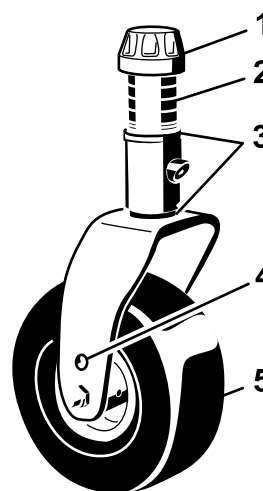
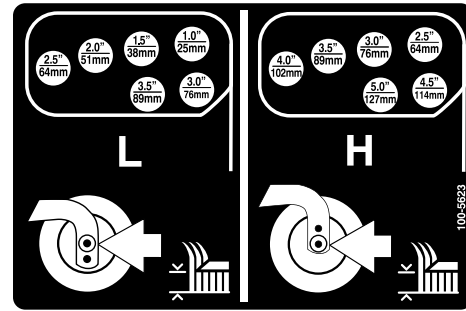
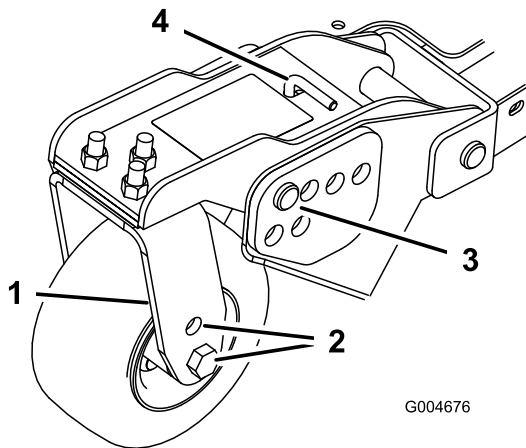

Figura 21
Figura 24
Figura 23
1. Posizionate gli assali delle ruote orientabili negli stessi fori di tutte le forcelle (Figura 21 e Figura 23). Vedere lo schema seguente per stabilire il foro corretto per la regolazione.
2. Togliete il cappuccio di tensione dall'asse del perno (Figura 21) ed estraete il perno dal braccio della ruota orientabile. Montate i due spessori (3 mm) sull'asse dei perni, come erano montati in origine. Questi spessori servono per ottenere un livellamento sull'intera larghezza degli apparati di taglio. Mettete il numero opportuno di distanziali da 13 mm sull'asse del perno, fino ad ottenere l'altezza di taglio richiesta, quindi montate la rondella sul perno.
- Togliete la coppiglia ed i perni con testa dai bracci di rotazione delle ruote orientabili (Figura 23).
- Girate il tenditore per alzare o abbassare il braccio di rotazione finché i fori non sono allineati con i fori della staffa dell'altezza di taglio selezionati, nel telaio dell'apparato di taglio (Figura 23 e Figura 24).